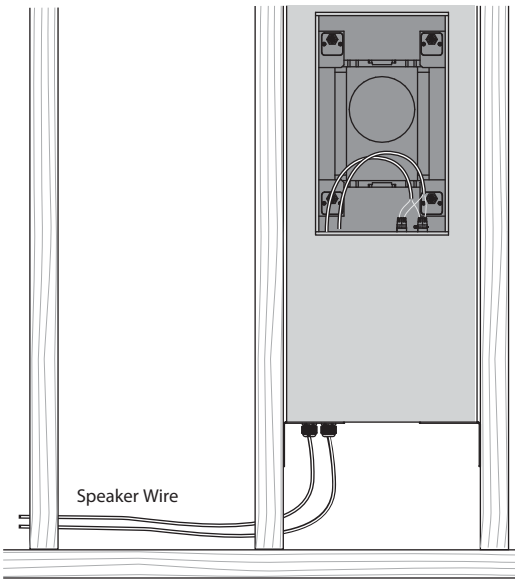

Fig. 4. Instalación del cable del altavoz en la lata trasera
2. Instale el cable del altavoz a través de uno de los prensaestopas y deje suficiente holgura para hacer las conexiones (Fig. 4). Apriete el prensaestopas y sujete el cable del altavoz para evitar que se mueva y traqueteo durante el funcionamiento. Asegúrese de que el cable del altavoz no entre en contacto con clavos o tornillos que puedan dañar el aislamiento. Se proporciona un segundo prensaestopas para permitir la instalación de un segundo tendido de cable de altavoz.